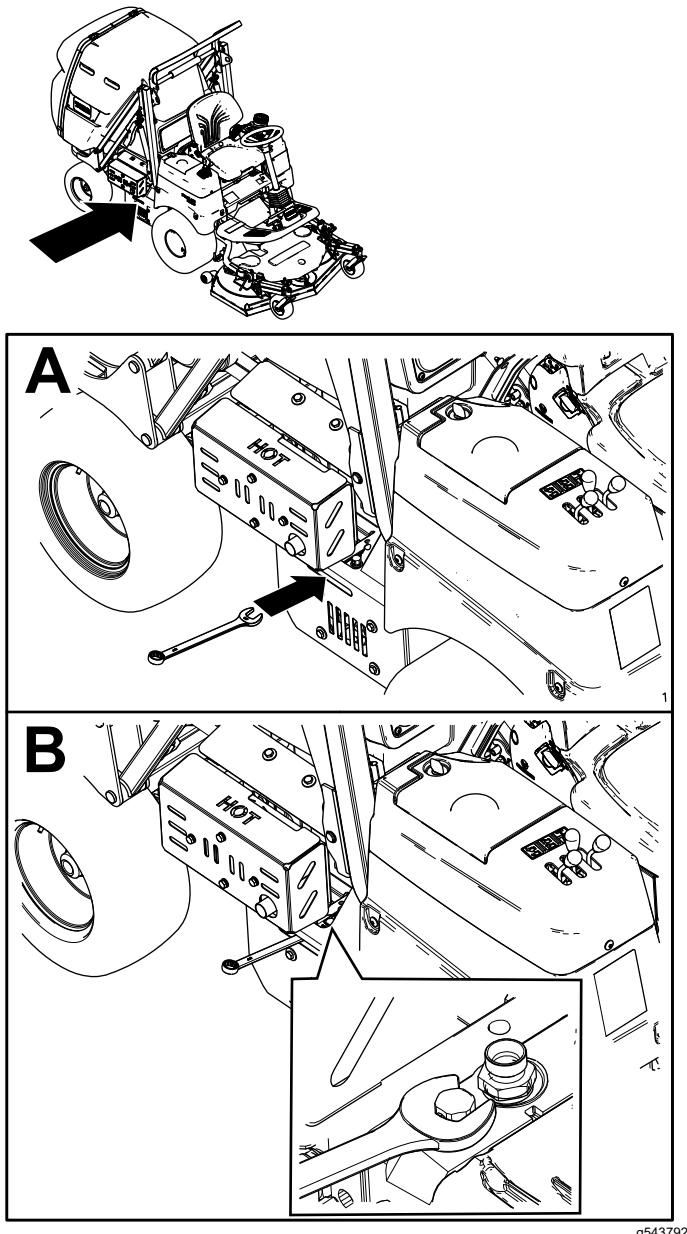

Figura 30
válvula de desvío si necesita empujar o remolcar la máquina (Figura 30).
1. Localice la válvula de desvío en el lado derecho de la máquina (Figura 30).
2. Con una llave de 16 mm, gire el mando de control 3 giros en sentido antihorario (Figura 30).
1. Localice el mando de la válvula de desvío, en el lado izquierdo de la bomba hidráulica (Figura 30).
2. Con una llave de 16 mm, gire el mando de control (Figura 30) en sentido horario hasta que note resistencia (la válvula de desvío está cerrada).